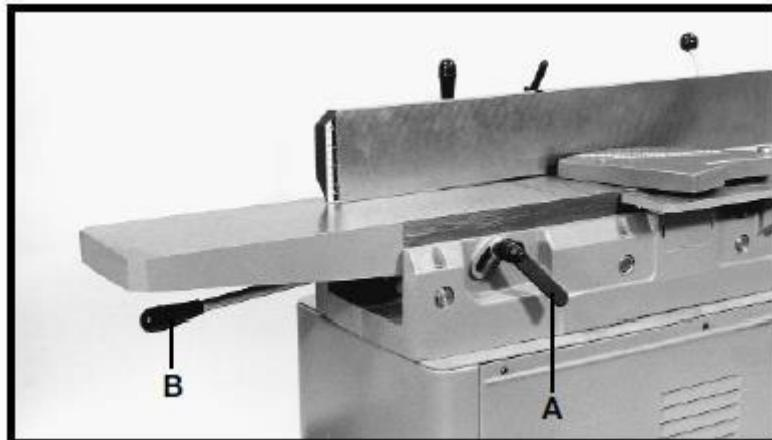
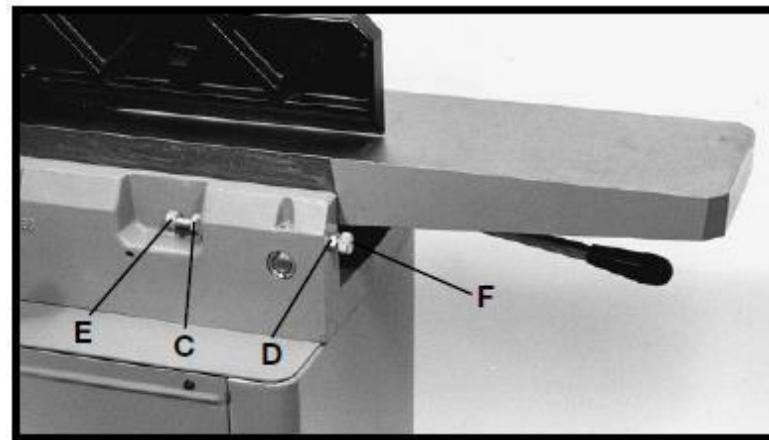

Рис. 18
Рис. 19
Выходной стол должен быть точно выровнен с ножами, когда ножи находятся в своей наивысшей точке вращения. Для перемещение выходного стола ослабить рукоятку фиксации стола (A), рис. 18, и переместить стол, поднимая и опуская рычаг (B) до тех пор, пока стол не будет на одном уровне с ножами. Может потребоваться ослабить две контргайки (C) и (D), рис. 19, и два регулировочных винта (E) и (F) при перемещении стола вверх или вниз. Когда выходной стол будет на одном уровне с ножами в своей наивысшей точке вращения, затянуть рукоятку фиксации стола (A), рис. 18, и вращать регулировочный винт (E), рис. 19, до упора. Затем затянуть контргайку (C). Винт (F) также является жёстким упором нижнего предела выходного стола. Предполагается, что данный упор также затягивается контргайкой (D), когда выходной стол устанавливается на одном уровне с ножами. Это предотвратит выходной стол от случайного опускания.